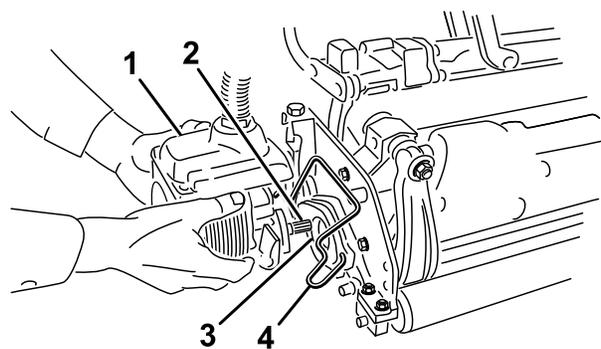

図 37
6. カuttingユニット用モータのスプライン・シャフトにきれいなグリスを塗りつける (図 37)。
7. モータを、カuttingユニットの左側 (運転席から見て) に取り付け、カuttingユニットについているモータ固定バーを、モータの上から被せるようにセットし、モータの左右から「カチッ」というロック音が聞こえるまで押し下げる (図 37)。